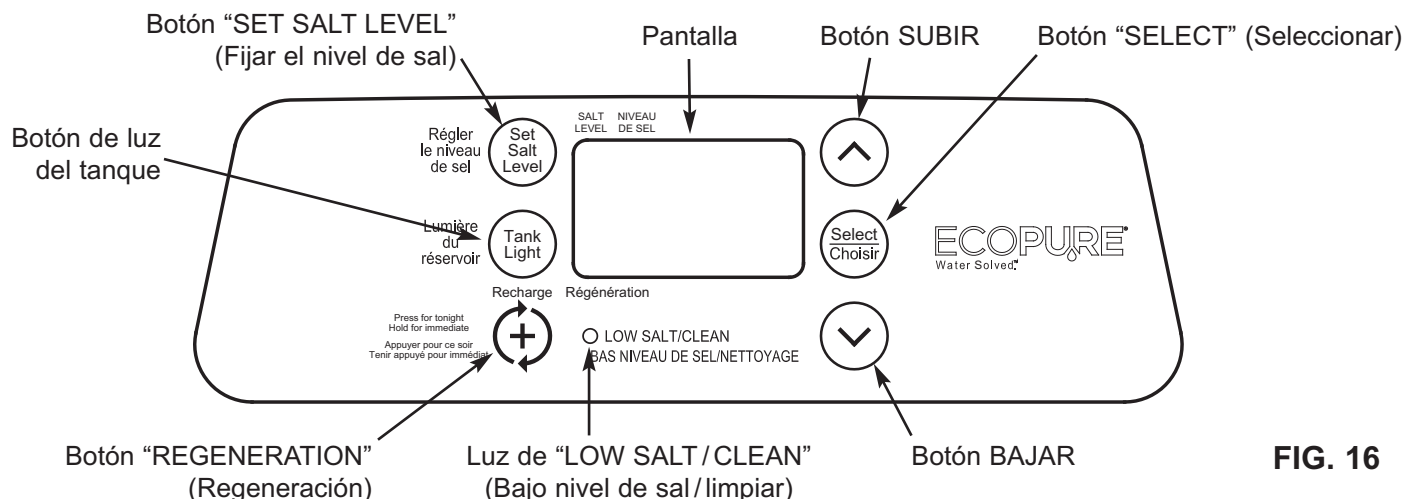

FIG. 16
5. Inicie un ciclo de regeneración; para ello mantenga oprimido por 3 segundos el botón REGENERATION (regeneración) (vea la Fig. 16 en la página 13). Comenzará a funcionar el motor de la válvula y esta avanzará a la posición "Fill" (llenado).